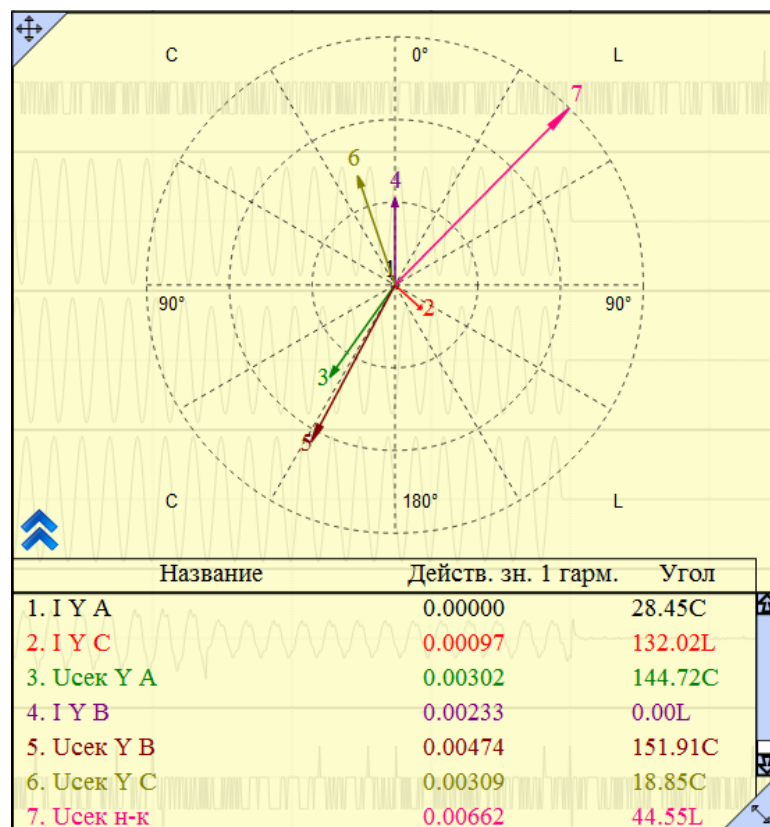

Рис. 10. Векторная диаграмма
- построение векторной диаграммы (см. Рис. 10).